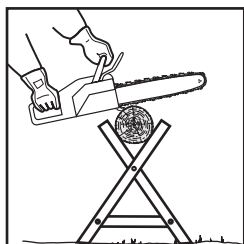

Rys. 32
3. Jeśli dłużycza jest podparta na obu końcach (rys. 32), należy wykonać nacięcie na głębokość  $1/3$  średnicy od góry. Następnie należy przeciąć pozostałe  $2/3$  średnicy od dołu, tak aby nacięcie spotkało się z tym wykonanym w pierwszym kroku.